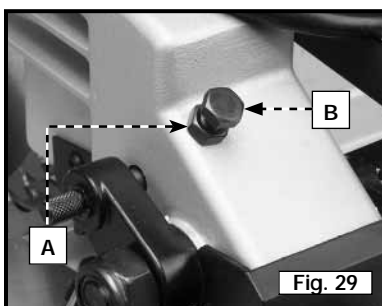

Fig. 29
1. Afloje la tuerca de seguridad (A) Fig. 29.
2. Gire el tornillo (B) en el sentido de las agujas del reloj o en el sentido contrario para incrementar o disminuir la tensión de los resortes respectivamente.
3. Después de regular, ajuste la tuerca de seguridad (A)